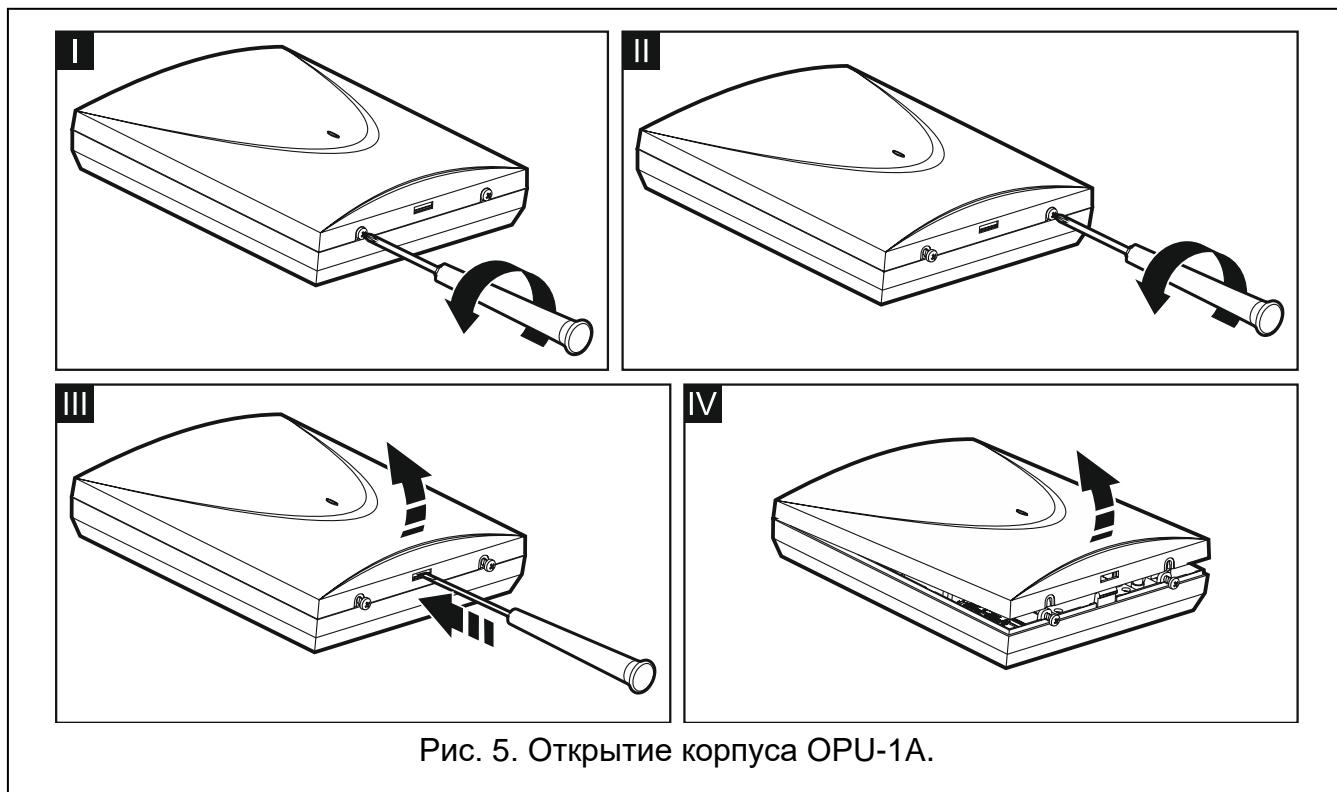

Рис. 5. Открытие корпуса ОРУ-1А.
1. Слегка выкрутите шурупы, блокирующие крышку корпуса, и снимите ее (рис. 5).